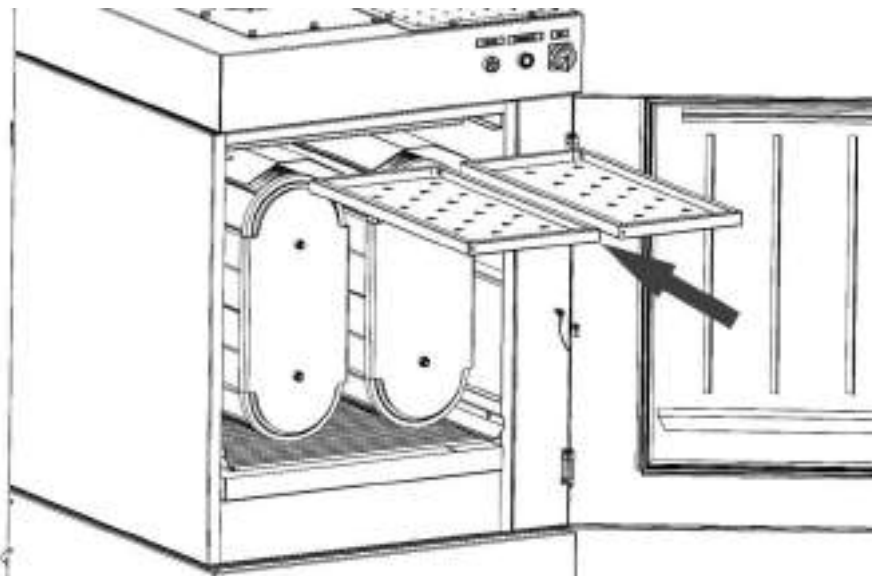

Рисунок 7
5.1.1 Префильтр является дополнительным комплектующим и устанавливается в фильтровальной камере в количестве двух штук. Для монтажа префильтров необходимо открыть дверь фильтра, вставить каждый префильтр между направляющим и задвинуть в фильтровальную камеру до упора (рисунок 7). Плотно закрыть дверь фильтра.